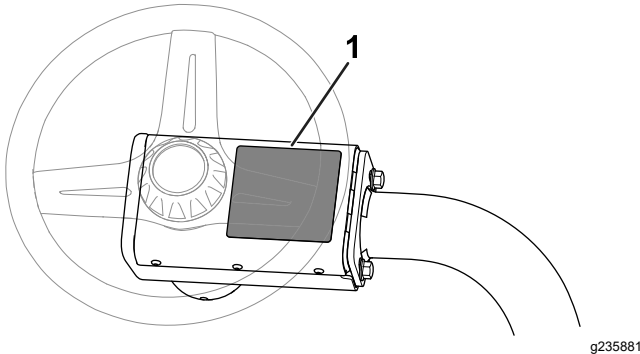

Figura 14
- Aplicai eticheta de avertizare CE (Nr. piesă 136-8505) peste autocolantul de avertizare existent (Nr. piesă 136-8506). Figura 14 prezintă locaia autocolantului de avertizare.